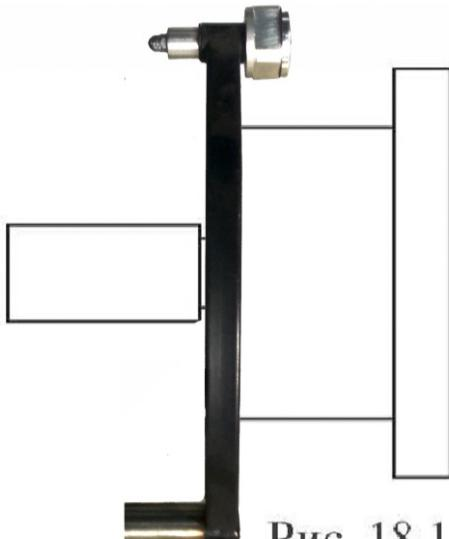
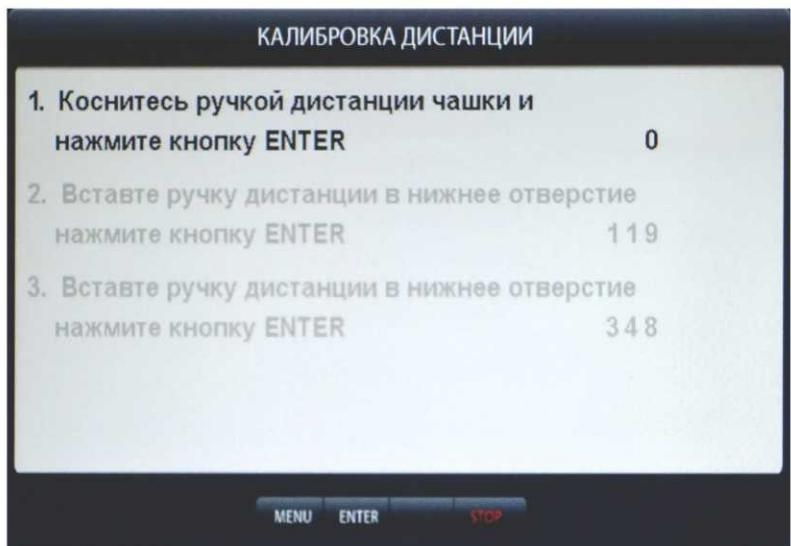

Рис. 18.1
рис.18.3
18.1.1. Калибровка тракта измерения дистанции. Для оценки погрешности устройства ввода дистанции выдвиньте штангу ввода параметров и уприте внешнюю боковую сторону её рукоятки в задний торец фланца вала, как показано на рис. 18.1. При этом на экране ввода геометрических параметров (см. рис.10.2) появится величина дистанции. Если величина дистанции не равна  $135\pm5$  мм, то устройство ввода дистанции требует калибровки.
КАЛИБРОВКА ДИСТАНЦИИ рис.18.3. Выдвиньте штангу ввода параметров, уприте внешнюю боковую сторону её рукоятки в задний торец фланца вала, как показано на рис. 18.1 и нажмите кнопку «ENTER». В окне КАЛИБРОВКА ДИСТАНЦИИ выделится второй пункт: «2. Вставьте ручку дистанции в нижнее отверстие, нажмите кнопку «ENTER»